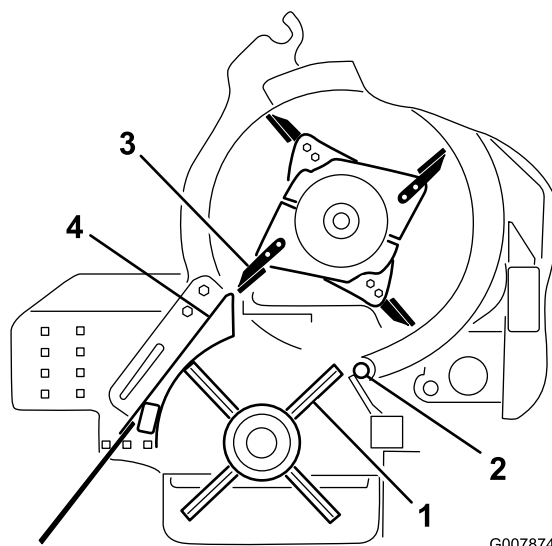

Bild 58
4. Drehen Sie die Bürstenscheibe, bis eine Bürstenreihe mit der sich drehenden Kante ausgefluchtet ist (Bild 58).
5. Drehen Sie den Zerkleinerer, bis eine Messerspitze mit der Außenseite des Bürstengehäuses ausgefluchtet ist (Bild 58).